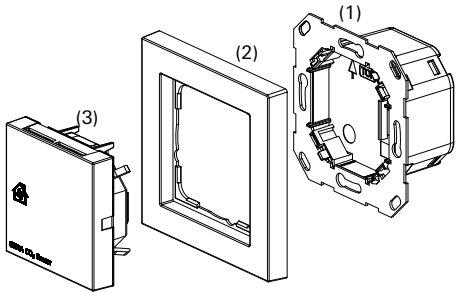

Bild 1: Appartdelar
Pilar och texten "TOP" är riktade uppåt, se bild 1, infälld insats (1).